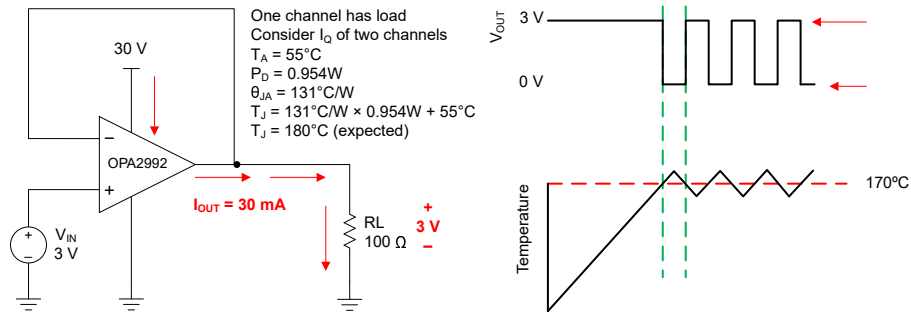

图 6-4. 过热保护
任何放大器的内部功耗都会导致内部温度（结温）升高。这一现象称为 *自热*。OPAx992 的绝对最大结温为 150°C。超过此温度会损坏器件。OPAx992 具有过热保护功能，可减少自热造成的损坏。该保护功能的工作原理是监视器件的温度，并在温度超过 170°C 时关闭运算放大器输出驱动。图 6-4 展示了 OPA2992 的应用示例，该器件因为其功耗 (0.954W) 而产生显著的自热。在此示例中，两个通道都具有静态功耗，而其中一个通道具有很大的负载。热计算表明，当环境温度为 55°C 时，器件结温达到 180°C。不过，实际器件会关闭输出驱动来恢复到安全的结温。图 6-4 展示了电路在过热保护期间的行为。在正常工作期间，器件充当缓冲器，因此输出为 3V。当自热导致器件结温升高超过内部限制时，过热保护强制输出进入高阻抗状态，并通过电阻 R_L 将输出拉至接地。如果依旧存在导致过大功耗的状况，放大器将在关断和启用状态之间振荡，直到输出故障得到纠正。请注意，热性能可能会因所选封装和 PCB 布局设计而有很大差异。此示例使用 SOIC (8) 封装的热性能。